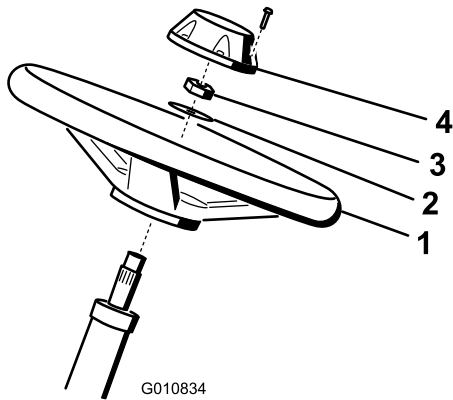

图5
1. 将方向盘滑入转向轴（图5）。
2. 将垫圈滑入转向轴（图5）。
3. 使用锁紧螺母将方向盘固定到转向轴上，上紧扭矩至 27~35N·m（图5）。
4. 将中心盖安装到方向盘上，并用 6 个螺栓固定（图5）。